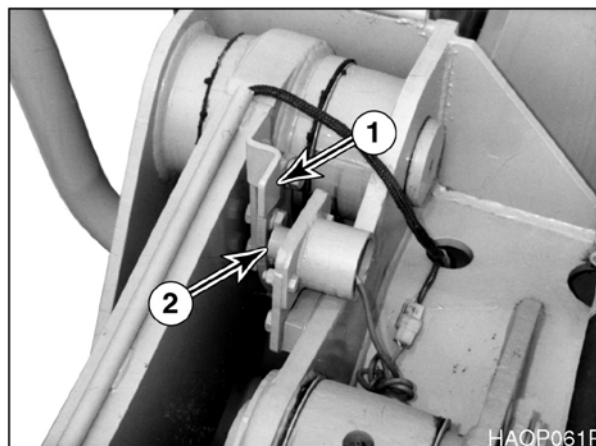

Рис. 40
Установка рычага ковша в положение “L” зафиксирует рычаг управления блокировкой в положении опускания ковша. Стрела опустится до положения, при котором отключающая пластинка (1 рис. 40) коснется конечного переключателя опускания ковша (2). Когда конечный переключатель сработает, опускание стрелы прекратится, и рычаг ковша автоматически вернется в нейтральное положение. Отключающая пластинка может быть отрегулирована для установки самого нижнего положения стрелы.